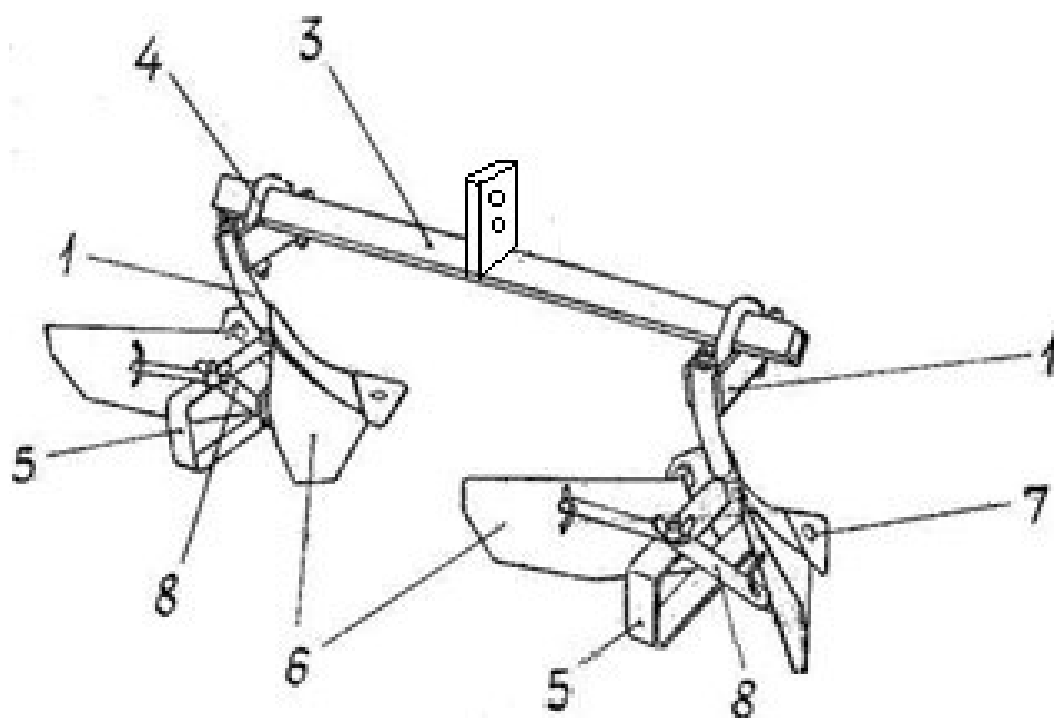

Рисунок 1 – Окучник ОД-5
5.1 При первичной обработке междурядий пропашных культур отвалы 6 окучника (рисунок 1) максимально сузьте или снимите с корпусов, используя окучник как культиватор.